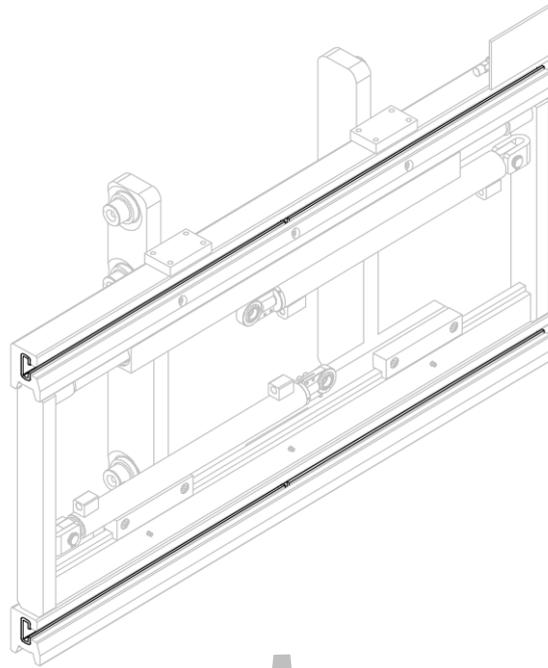
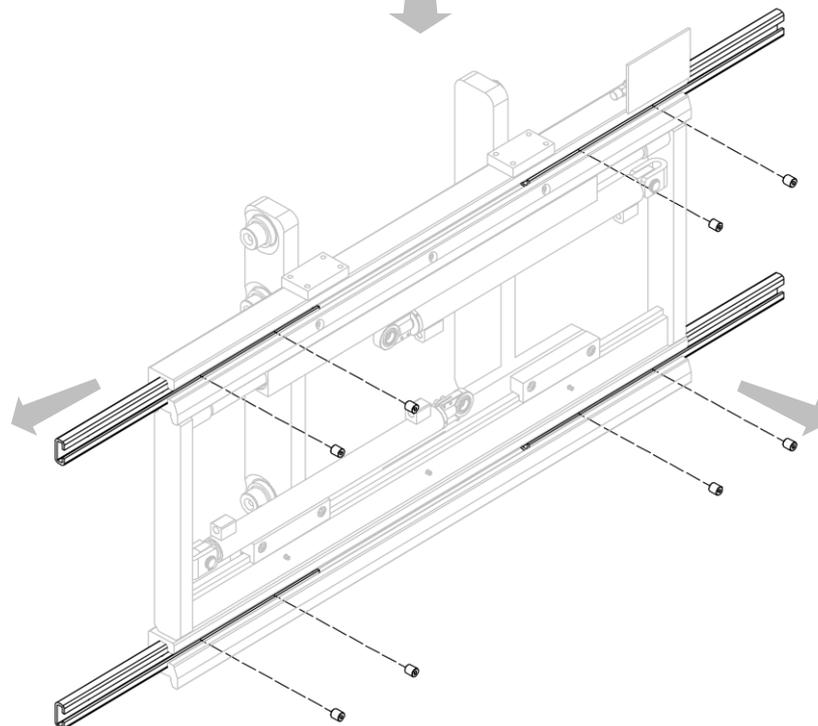

Figura 27
Figura 28
3. Rimuovere le boccole in ottone dopo aver svitato i relativi grani (vedi *Figura 27* e *Figura 28*).